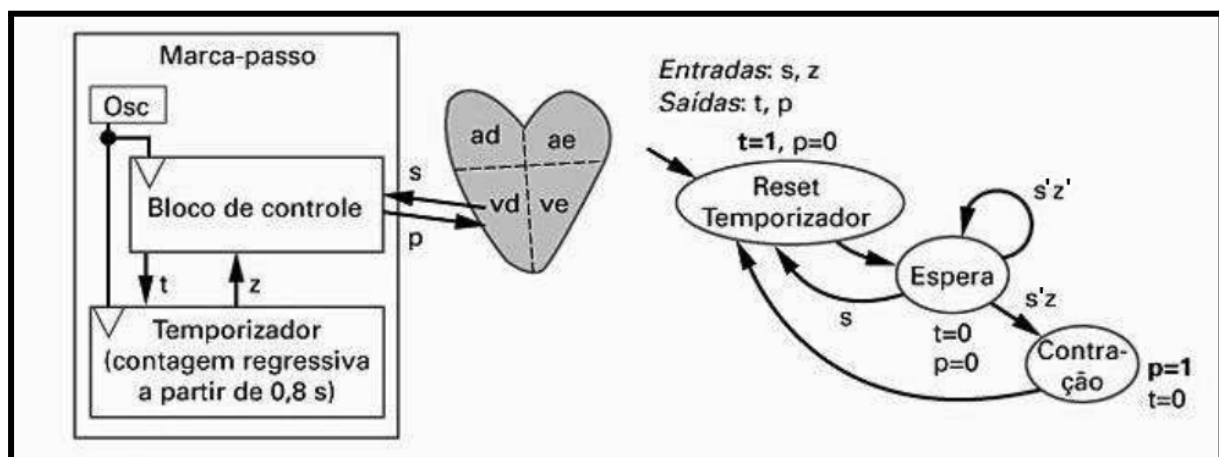

Figura 12 - FSM do bloco de controle de um marca-passo básico.
Podemos descrever o funcionamento do bloco de controle de um marca-passo simples usando a FSM da Figura 12. O lado esquerdo da figura mostra o marca-passo que consiste em um bloco de controle e um temporizador. O temporizador tem uma entrada *t*, que aplica um *reset* quando $t=1$. Depois do *reset*, o temporizador começa uma contagem regressiva a partir de 0,8 segundo. Se o temporizador chegar a 0, ele colocará sua saída *z* em 1. Pode acontecer do temporizador sofrer um *reset* antes de chegar a 0, caso em que o temporizador não colocará *z* em 1 e o temporizador começará uma nova contagem regressiva a partir de 0,8 segundo. O bloco de controle tem uma entrada *s*, que se torna 1 quando uma contração é detectada no ventrículo direito. O bloco de controle tem uma saída *p*, que é colocada em 1 quando o bloco de controle deve disparar uma contração.
- 1) Projete o bloco de controle do marca-passo da Figura 12, usando o projeto em 5 passos, descrito na Figura 5. Implemente o bloco de controle utilizando uma descrição em VHDL por portas lógicas. Simule o circuito descrito e plote as formas de onda de suas entradas e saídas.
- 2) Implemente o bloco de controle do marca-passo da Figura 12 utilizando uma descrição comportamental em VHDL. Simule o circuito descrito e plote as formas de onda de suas entradas e saídas.